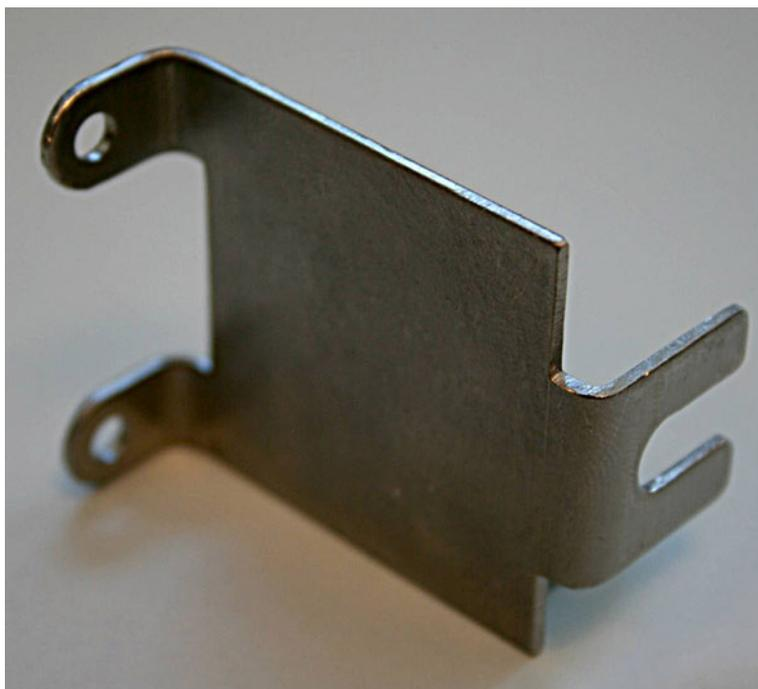

図 24. SAN ボリューム・コントローラー 2145-8G4 ケーブル保持ブラケット - タイプ A
- ケーブル保持ブラケットが 図 24 のブラケットのように見える場合は、43 ページの『SAN ボリューム・コントローラー 2145-8G4 ケーブル保持ブラケットの取り外し - オプション A』に進みます。